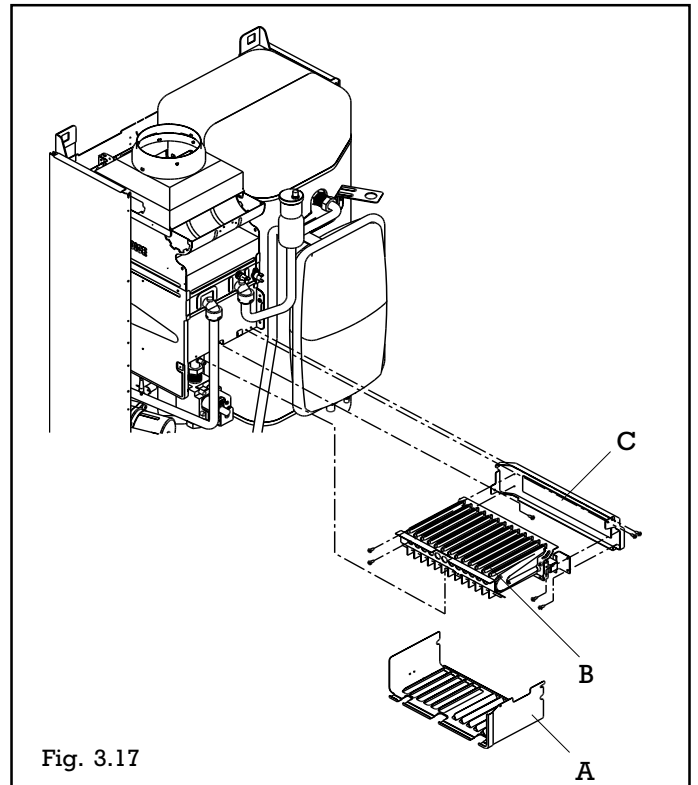
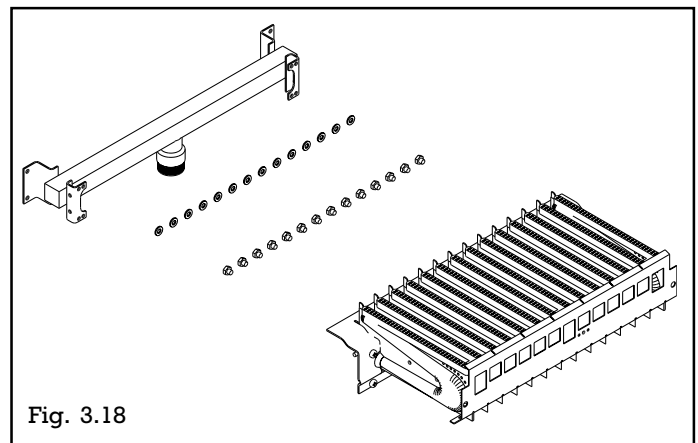

Fig. 3.17
Fig. 3.18
- Déposer l'habillage (se référer au § 3.4) et le dessous de chambre de combustion (A) (fig. 3.17),
- Déposer le brûleur (B) en le sortant par l'avant (1 vis à l'arrière sous le brûleur, 2 vis frontales à l'avant et raccord union tuyauterie gaz),
- Désolidariser le brûleur de son support arrière (C) puis de son collecteur (fig. 3.18),